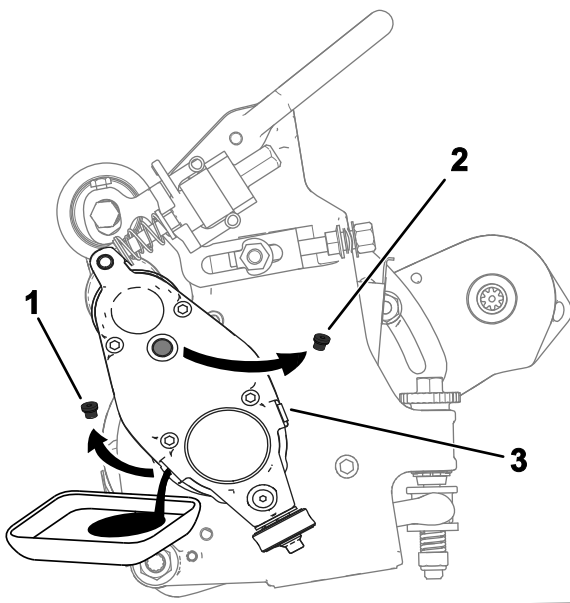

図 23
5. 図 23のように、オイルが完全に抜けるように排出口を下にしてカッティングユニットを後ろに傾ける。